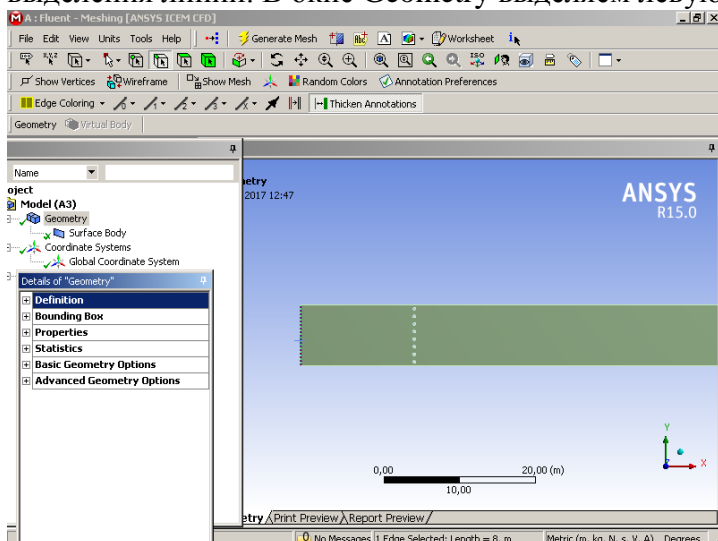

Рис.10
3. Создание сетки. Шаг 1. Необходимо границы модели, на которые будут наложены различные граничные условия. На панели инструментов выбирае фильтр  для выделения линий. В окне Geometry выделяем левую границу области(Рис.10).